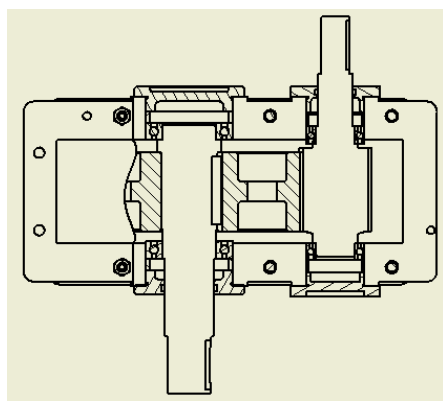

图 12-68 隐藏剖面线后的局部剖视图
⑤ 根据前面提出的装配图剖切的一些原则，这里将轴零件和下箱体零件设置为不剖切，去除两个传动轴零件和下箱体的剖面线，此时的俯视图如图 12-68 所示。